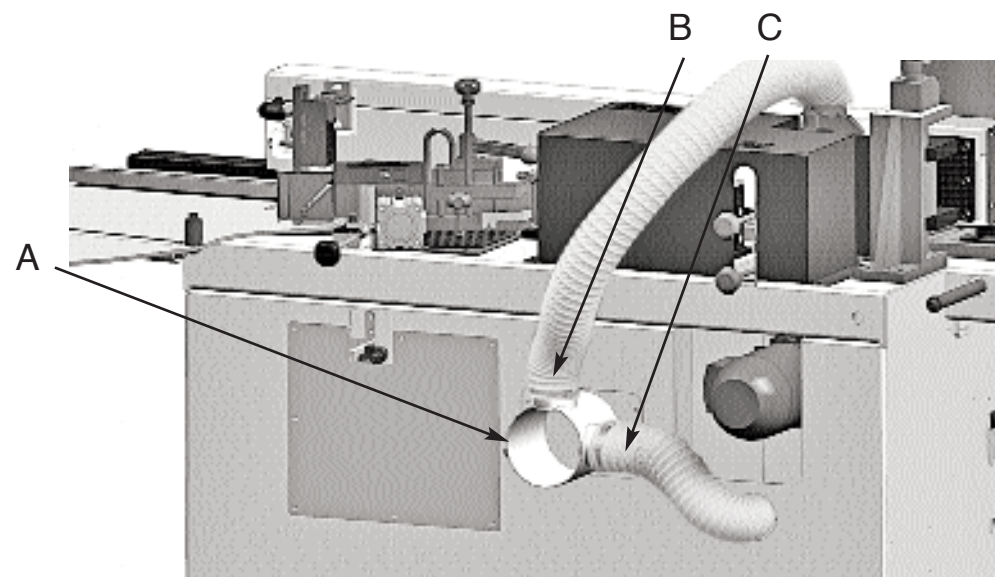

fig. 2.3.2
Montare il collettore A come mostrato in fig. 2.3.2 con le quattro (4) viti fornite.
Montare i due (2) tubi B-C come mostrato in fig. 2.3.2 e fissarli bene con le fascette fornite.
Mount the centralized dust collector A as shown in fig. 2.3.2 with the four (4) screws supplied.
Mount the 2 B-C (two) pipes as shown in fig. 2.3.2 and fix them firmly with the collar supplied.
brancher dans a partie arrière de la machine comme indiqué sur la fig. 2.3.2 à l'aide de 4 vis.
-Introduire les tuyaux comme indiqué sur la fig. 2.3.2: tuyau B affleureuse supérieure, C affleureuse inférieure. Bien serrer le collier.